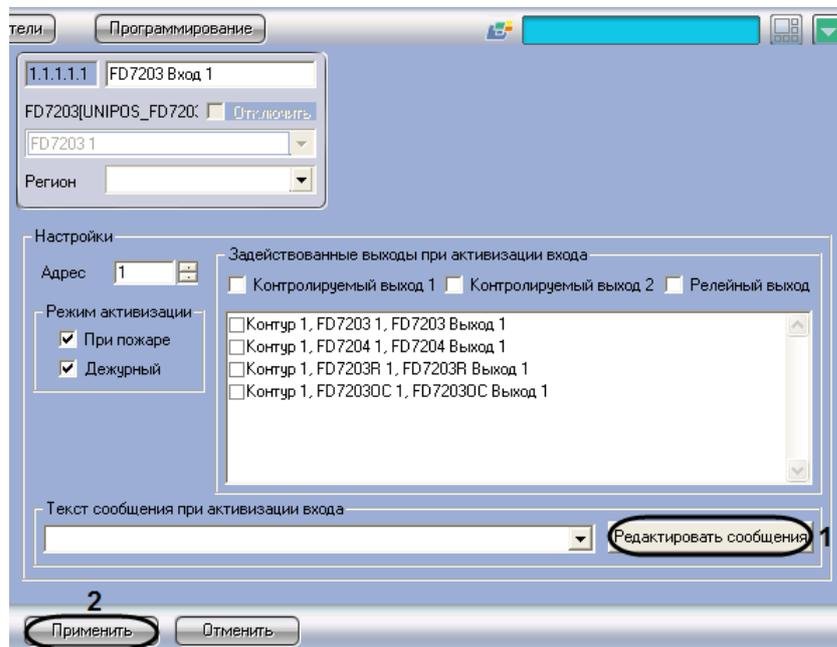

Рис. 3.6-4 Доступ к редактированию сообщений
1. Перейти на панель настройки объекта **FD7203 Вход** (Рис. 3.6-4).
2. Нажать кнопку **Редактировать сообщения** (см. Рис. 3.6-4, 1).
9. Для сохранения настроек во внутренней базе данных ПК **Интеллект** нажать кнопку **Применить** (см. Рис. 3.6-4, **2**).